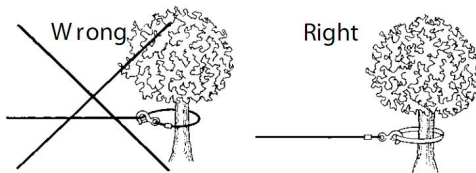

Figure 3
39. **NE JAMAIS RETIRER LE CÂBLE SUR LUI-MÊME** car vous risqueriez de l'endommager. Utilisez une élingue en nylon (Figure 3).